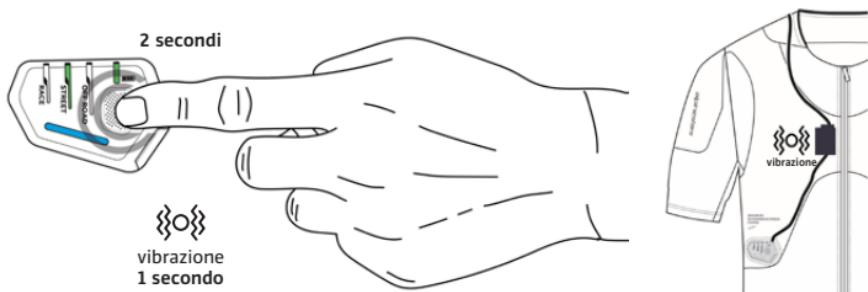

Figura 10: Premere il pulsante (3a) del display per 2 secondi per cambiare modalità di guida.
Come già specificato, il sistema offre tre possibili modalità di guida: Modalità strada (Street), modalità pista (Race) e modalità fuori strada (Off-Road). Dopo che il sistema è stato correttamente acceso, l'utente può facilmente spostarsi tra le tre differenti modalità di guida premendo il pulsante (3a) del display per 2 secondi (Figura 10). Si accende un LED VERDE FISSO sul LED della modalità di guida (3c) che indica la modalità di guida attualmente attiva nel sistema. Verrà avvertita anche una breve vibrazione di circa (~ 1 secondo) in prossimità della zip di attivazione (2) che indica il cambio di modalità di guida.